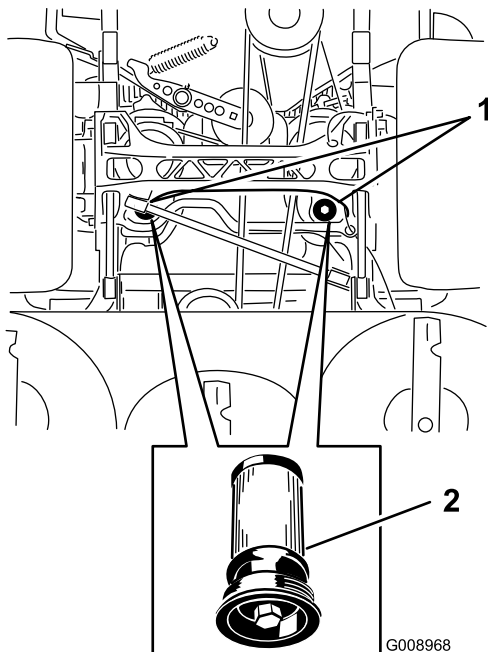

Figura 105
5. Coloque um recipiente de escoamento debaixo dos filtro, retire o filtro velho e limpe a superfície (Figura 105).
6. Aplique uma fina camada de fluido hidráulico na junta de borracha do filtro de substituição (Figura 105).